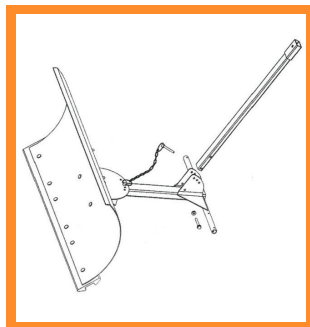

Figura. 5
6. Per regolare la testa della pala secondo l'angolazione e l'altezza desiderate, utilizzare la chiave di blocco con catena (parte H). Per creare l'angolazione desiderata, inserire l'estremità di metallo della catena in uno dei fori presenti sulla sezione circolare (parte B) fissata alla testa della pala (parte A). Quindi inserire la chiave di blocco grande nel foro desiderato alla base del manico per creare l'altezza ideale. Accertarsi che la chiave di blocco sia premuta una volta in posizione (Figura 5).